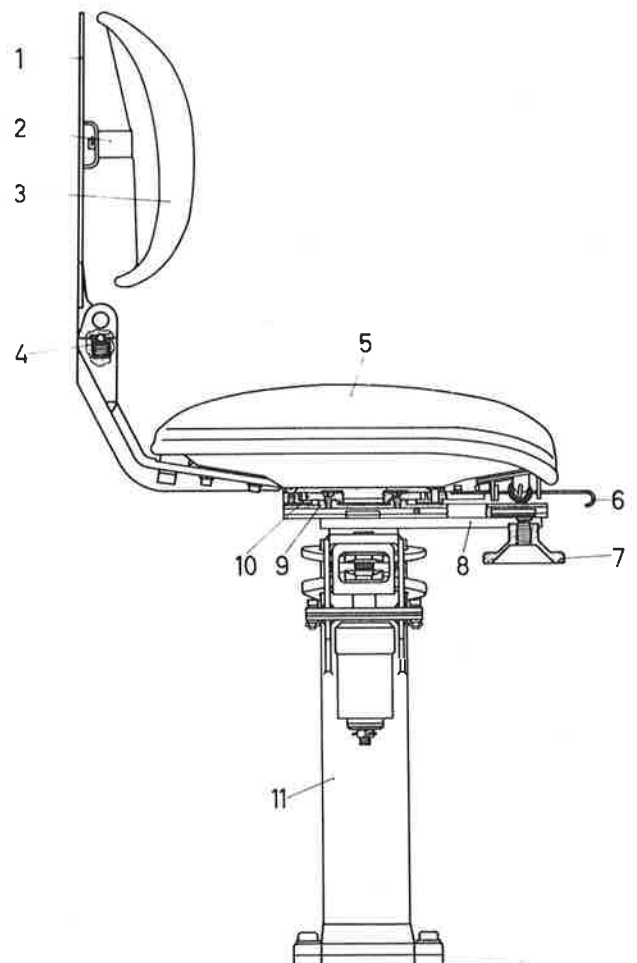

Bild 5. Sits med stativ
1. Lossa ratten 7, bild 5.
1. För spaken 6, bild 5, åt vänster.